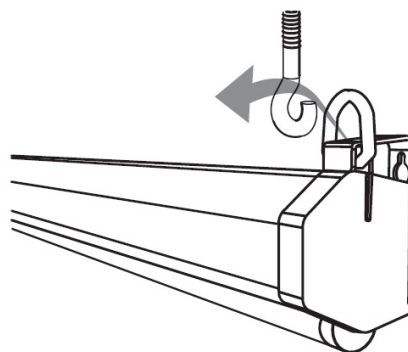

Рис. 2
- крепление на потолок: для монтажа экрана на потолок в конструкции предусмотрены 2 монтажных кольца, которые следует зацепить за монтажные крюки (не входят в комплект поставки), как показано на Рис.2. Расстояние между крюками, установленными на потолке должно равняться расстоянию между монтажными кольцами экрана.